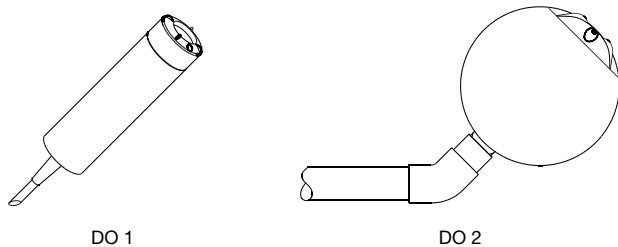

Fig. 13 : Position des sondes DO pendant l'initialisation
- tenez la sonde vers le haut (comme en fig. 13) – elle émet un signal 4 mA (= 0 ppm) après quelques secondes. La sonde est initialisée après 2 minutes.